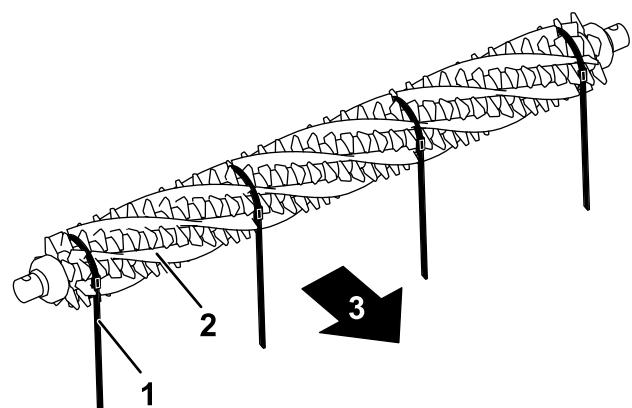

Figure 20
3. En passant par un côté du cylindre groomer, glissez une brosse dans chaque rainure sur toute la longueur du cylindre (Figure 20).
Important: Vous devez enrouler les sangles dans le sens de rotation principal autour de l'ensemble lame et brosse de groomer. La Figure 20 montre les sangles installées pour rotation avant.